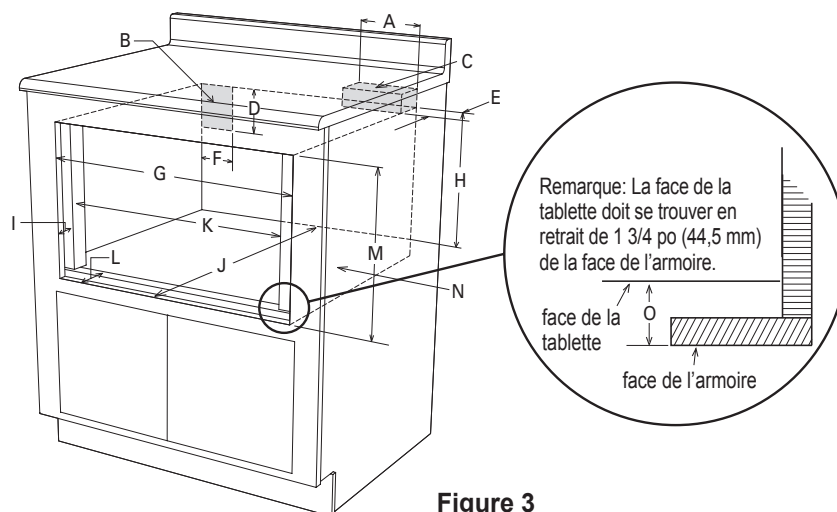

Figure 3
Les dimensions indiquées à la figure 3 doivent être utilisées. Les dimensions données offrent un dégagement minimum. Déterminez l'emplacement de la prise électrique dans la zone ombragée dans le coin supérieur gauche de la découpe. Voir la figure 9.
1. Préparez l'ouverture de l'armoire comme indiqué aux figures 3, 4A, 4B et 4C.